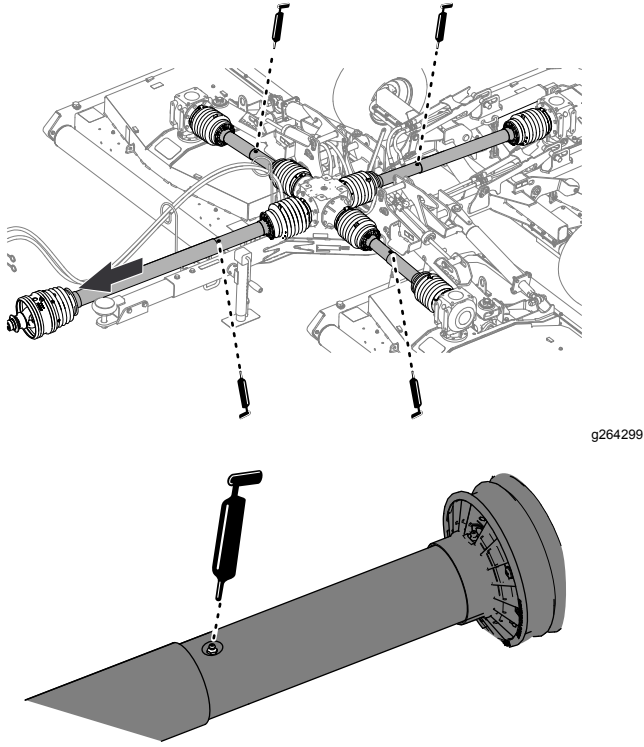

Figura 43
1. Extienda parcialmente el árbol de transmisión de la TDF para acceder al punto de engrase cerca de la mitad del protector del árbol de transmisión hacia dentro (Figura 43).
2. Aplique grasa en los 4 puntos de engrase de las articulaciones del árbol de transmisión telescópico, tal y como se muestra en la Figura 43.